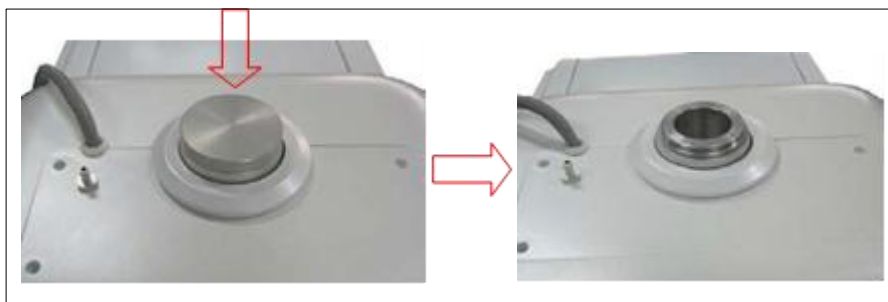

Figura 4.3-1
- 1) Abra a tampa do orifício do braço óptico. Gire a tampa do orifício do braço óptico em sentido anti-horário (Figura 4.3-1).